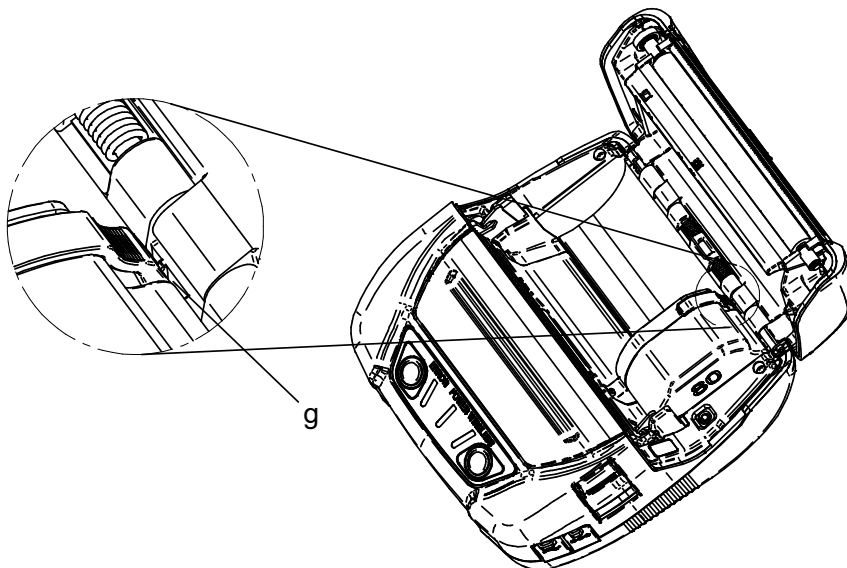

Abbildung 13-6 Anbringung der Trennwand (3)
3. Drücken Sie die Nase „g“ der Trennwand in die Nut „G“ des Druckers, bis die Trennwand wie in Abbildung 13-6 gezeigt eingerastet ist.